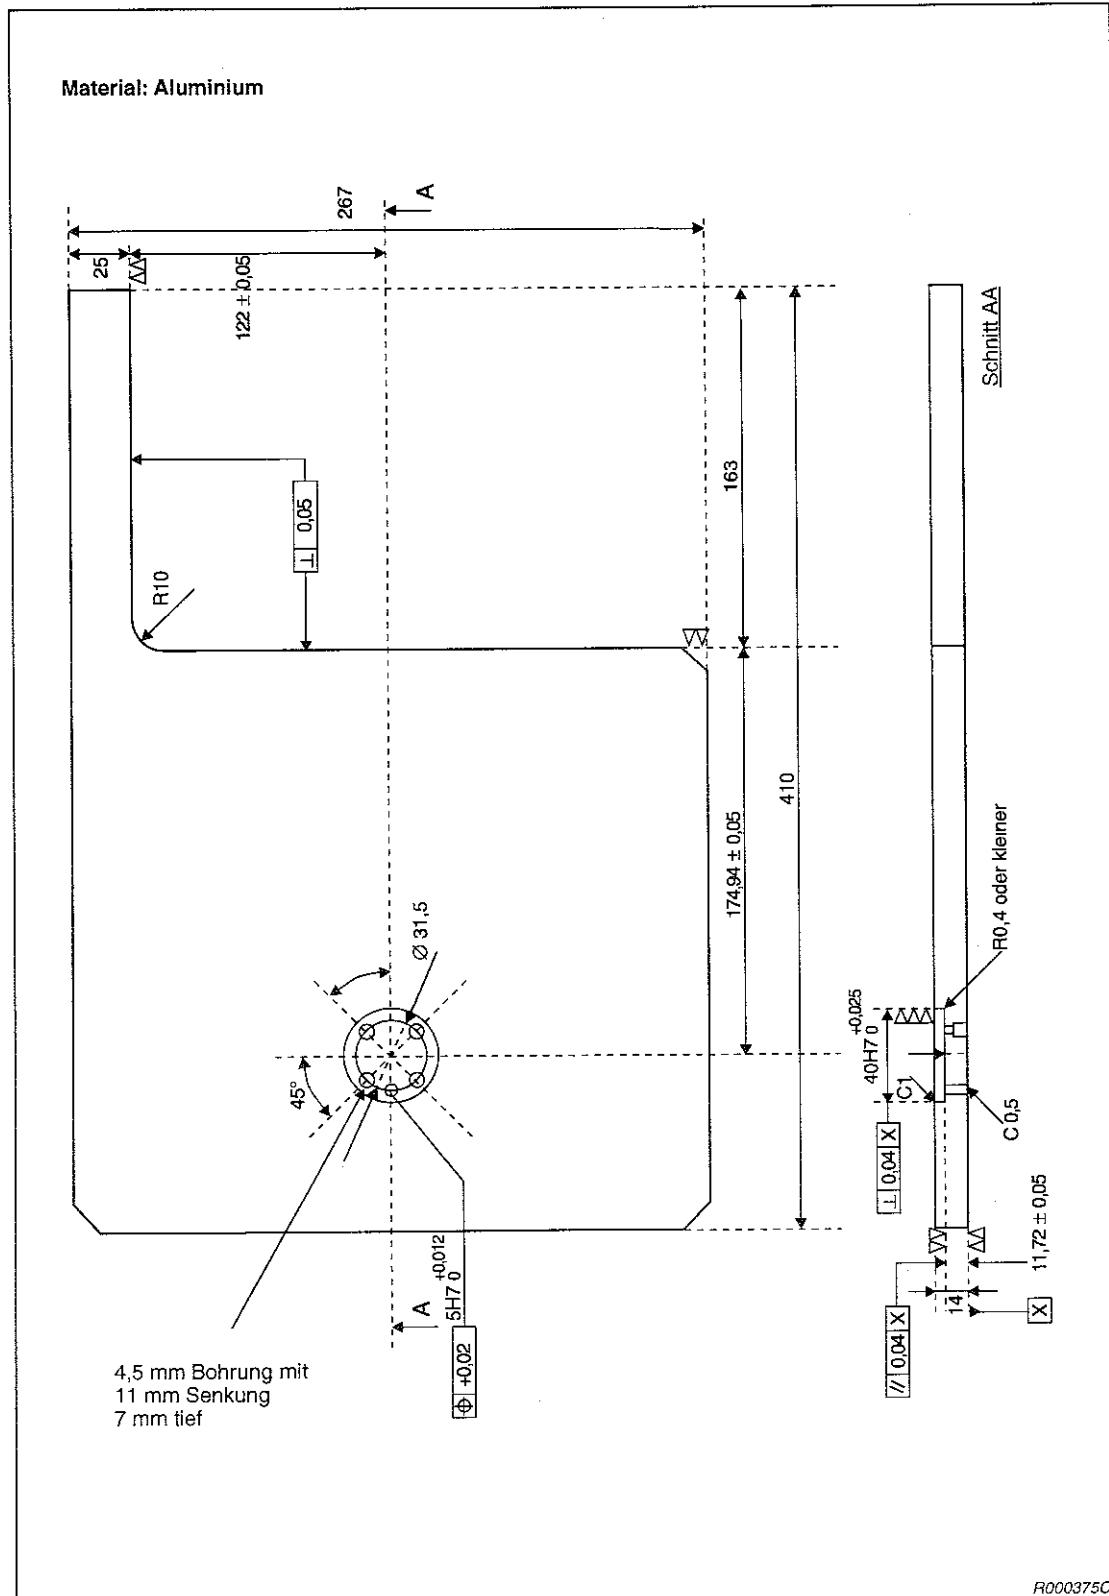

Abb. 3-17: Herstellung der Kalibriervorrichtung
- Wenn Sie die Kalibriervorrichtung selbst anfertigen möchten, benutzen Sie Abbildung 3-17 als Vorlage.